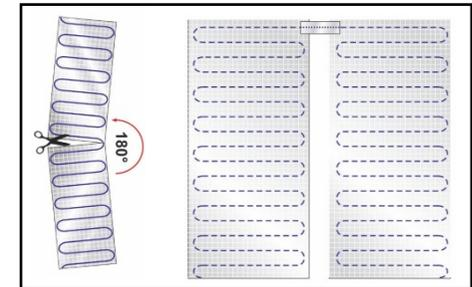

Figura 2
- Se pega la malla en el suelo hasta 20 – 10 cm de la pared, se corta la malla de aluminio (NUNCA EL CABLE) y se da la vuelta para continuar la instalación (Figura 2). Se ocupa toda la área a calefactar con la malla.